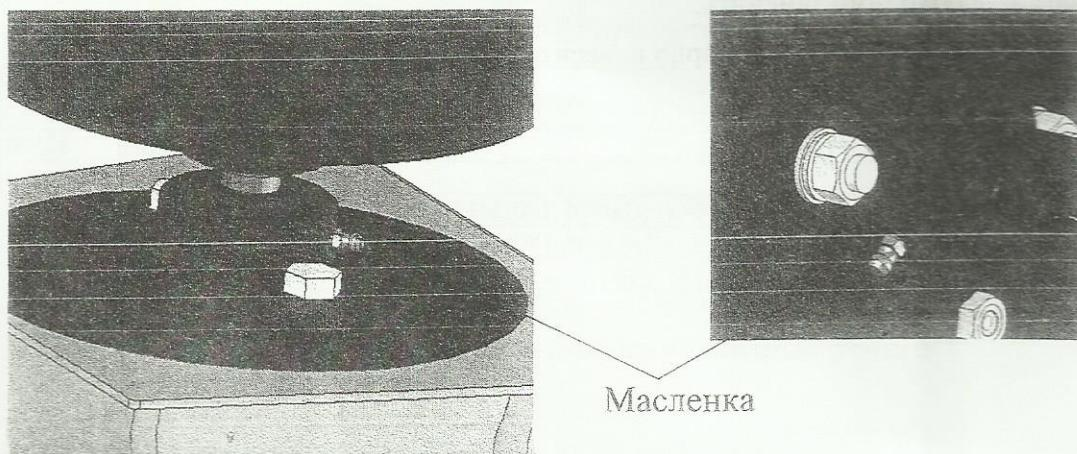

Рисунок 12 – Техническое обслуживание корпусных подшипниковых узлов
- Корпусные подшипниковые узлы оснащены специальной масленкой (рисунок 12).